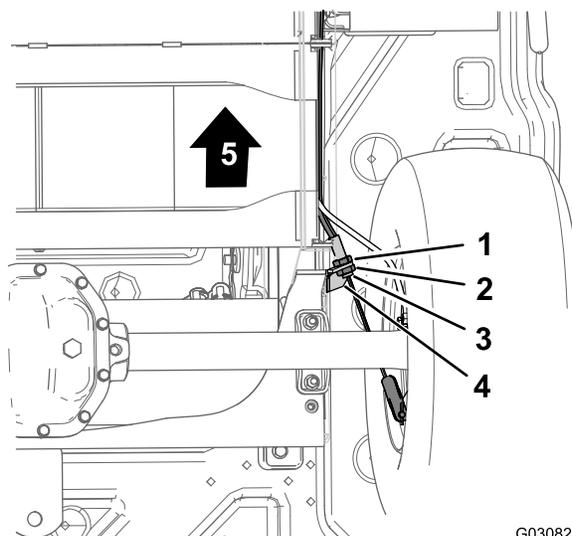

図 48
3. 機体の下側で、駐車ブレーキケーブルのねじ山付きアジャスタの後ジャムナットを4回転ゆるめる 図 48。
4. 前側ジャムナットを締める 図 48。
- A. ブレーキケーブルのねじ山付きアジャスタの前ナット 図 48 を1回転ゆるめる。
- B. 後側ジャムナット 図 48 を締める。
- A. ブレーキケーブルのねじ山付きアジャスタの後ナット 図 48 を1回転ゆるめる。
- B. 前側ジャムナットを締める 図 48。